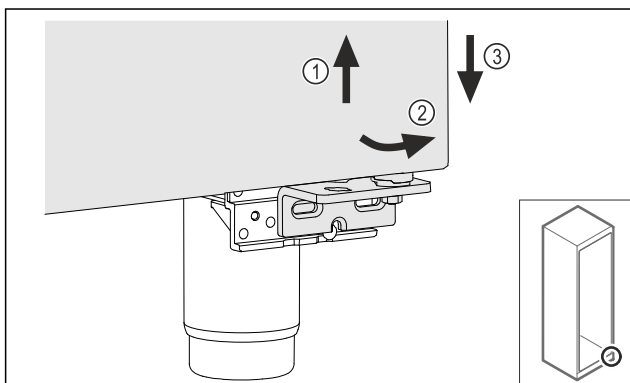

Fig. 16
- Løft døren en smule Fig. 16 (1), vip den fremad forinden Fig. 16 (2), og sænk den Fig. 16 (3).